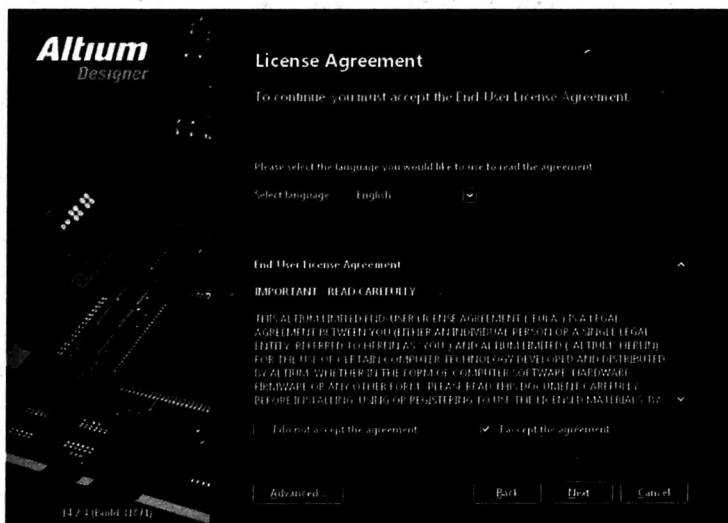

图 1-2 安装协议对话框
(2) 单击 Next (下一步) 按钮，弹出 Altium Designer 14 的安装协议对话框。无需选择语言，选择同意安装“I accept the agreement”按钮，如图 1-2 所示。